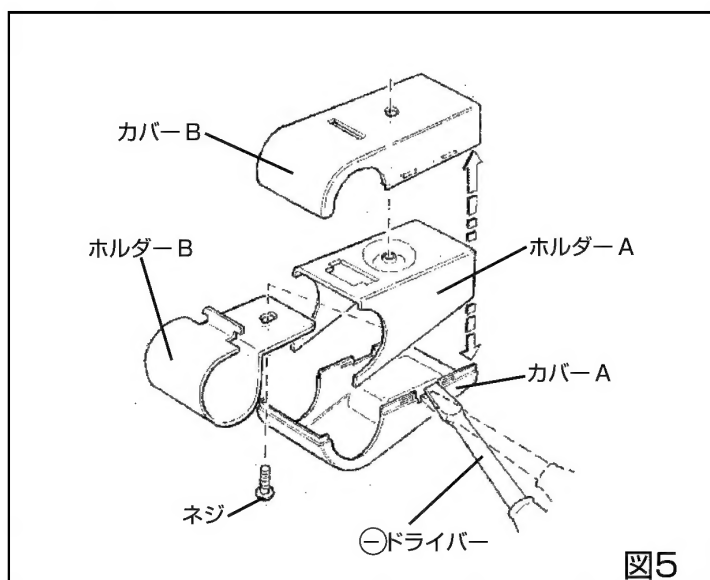

図5
3) 図5のように、ドライバーを使ってホルダー, ASSYのカバーA、カバーBを外し、ホルダーA、ホルダーBも分解する。